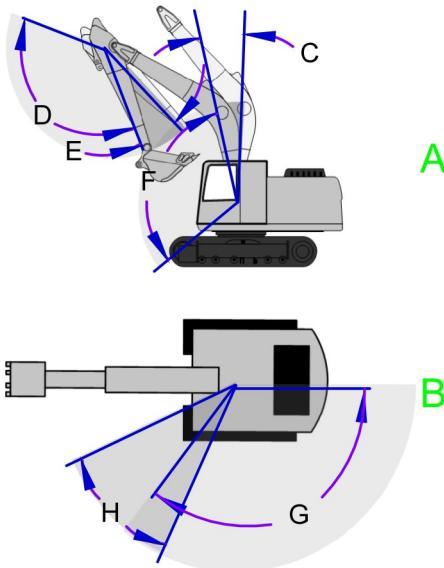

Ilustración 161
- Asegúrese de que la pluma y el brazo se operen dentro de la gama correspondiente. Consulte la ilustración 161 .